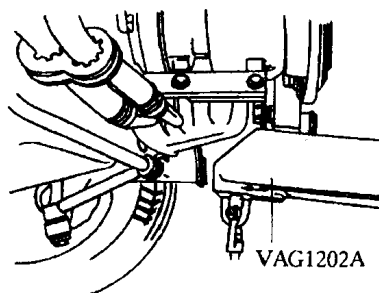

图 1-15
(15) 用装配吊架 V.A.G1202A 将发动机和变速器顶起, 拧下发动机和变速器下部连接螺栓, 如图 1-15 所示。